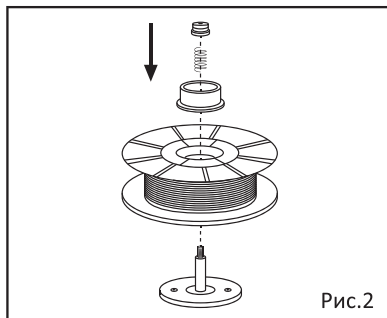

Рис.2
2. Установка бухты сварочной проволоки (Рис.2)